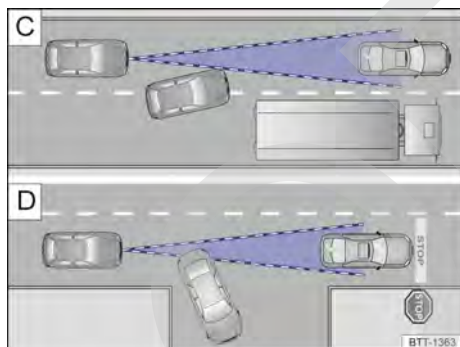

Fig. 149 [C] Cambio de carril. [D] Vehículo girando y otro detenido.
Si, p. ej., un vehículo detectado por el ACC gira o se aparta y delante del mismo se encuentra un vehículo detenido, el ACC no reaccionará ante este último → fig. 149 [D].
- En caso de vehículos que cambien al carril por donde usted circula a muy poca distancia del vehículo → fig. 149 [C].